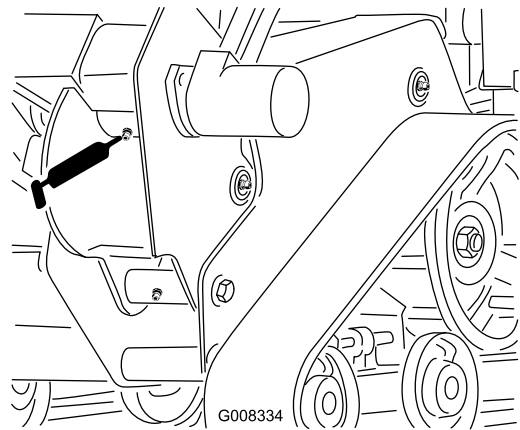

Bild 25
3. Reinigen Sie die Schmiernippel des Grabenfräsengehäuses mit einem Lappen und setzen Sie eine Fettpresse auf (Bild 25).